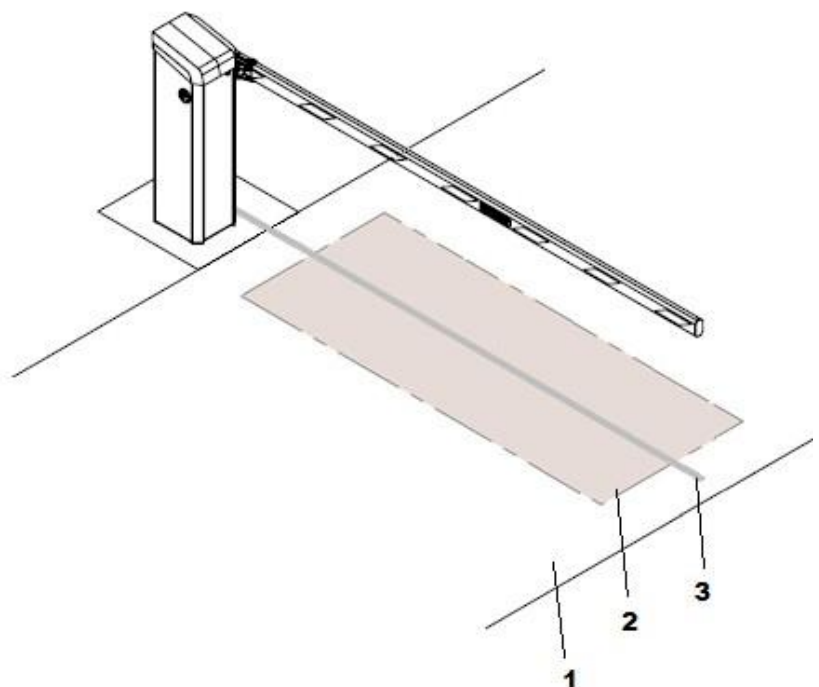

Fig. 15: Ejemplo de disposición de un lazo inductivo para modo vehículo, aquí para barreras del tipo "Access Pro H"
- La distancia entre el lazo inductivo y la esquina de la carretera debe ser de aproximadamente 300 a 500 mm. → Consultar también Fig. 15.